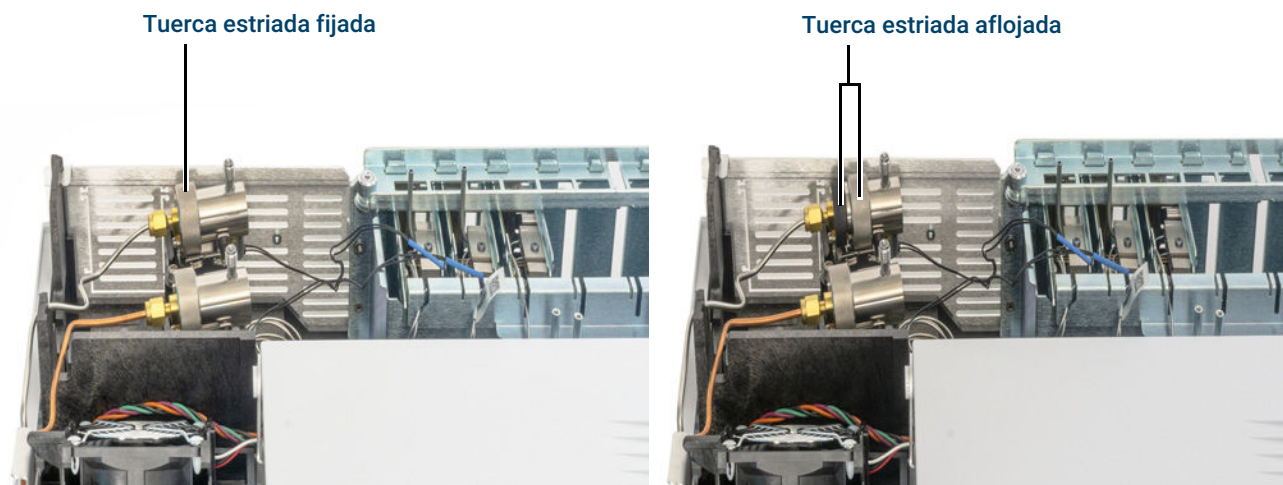

Figura 24. Afloje la tuerca estriada
4. Afloje por completo la tuerca estriada que fija el cartucho de la trampa de purga del split en su sitio hasta que gire libremente, como se muestra en la Figura 24.